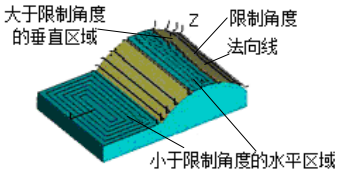

图 2-111 限制角度
- **【限制角度】:** 在限制角度精铣加工中，必须有一个可以将所有加工对象识别为水平区域和垂直区域的判断标准。这个判断标准就是斜率限制角度。斜率限制角度是指曲面上某点处法向线与 Z 轴的夹角。表面上的斜率角度小于限制角度的区域，被系统自动识别为水平区域，否则为垂直区域，如图 2-111 所示。